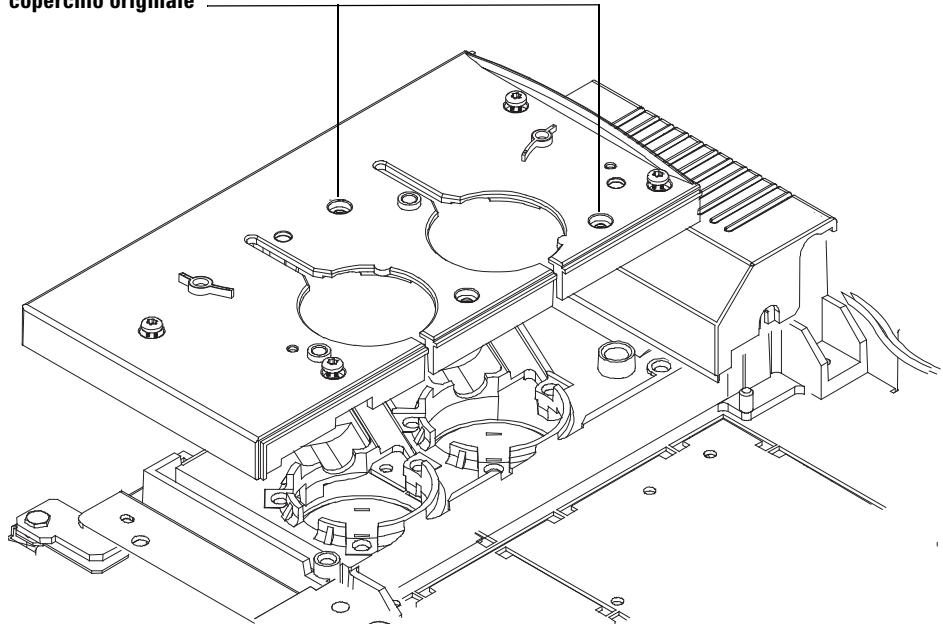

Figura 3 Rimozione del coperchio della porta di iniezione e del coperchio della ventola dell'ingresso (GC serie 6890)
- 4 Fissare il coperchio della porta di iniezione sostitutivo utilizzando due viti del coperchio originale nei rispettivi alloggiamenti (**Figura 3**).